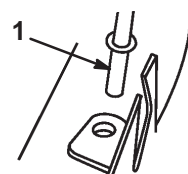

Figure 37
5. Insérez la tige de support de l'éjecteur dans le trou du côté droit de la tondeuse (Fig. 37).